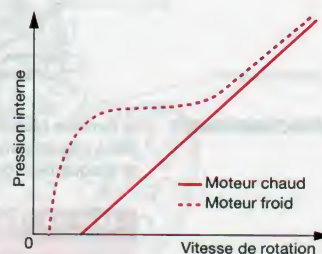
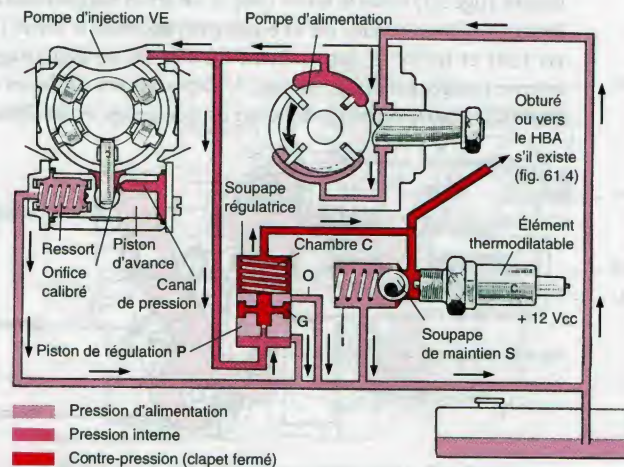

Figure 62.10. Modification de la pression interne
Figure 62.11.
Un orifice calibré (G) est percé dans le piston de la soupape régulatrice (fig. 62.11). Le canal relie la chambre supérieure du piston (C) à une *soupape* de maintien tarée (S), dont l'ouverture est pilotée par un élément thermodilatable à commande électrique (fig. 62.11 et 62.12).
Au démarrage à froid, la soupape (S) est fermée, une contre-pression s'établit dans la chambre (C), égale au tarage du ressort de la soupape (S) et s'additionne à la force du ressort de la soupape régulatrice (fig. 62.11). La pression interne est élevée (fig. 62.10) et déplace le piston vers l'avance (fig. 62.11).
Après quelques minutes de fonctionnement, l'élément thermodilatable, sous l'influence de la tension de bord (+ 12 Vcc), vient ouvrir la soupape (S) et rétablit le circuit normal de régulation de la pression interne (fig. 62.10). Une gorge annulaire (G) permet la limitation de la pression maximale par l'orifice (O) (courbe de pression normale en accélération) (fig. 62.10).